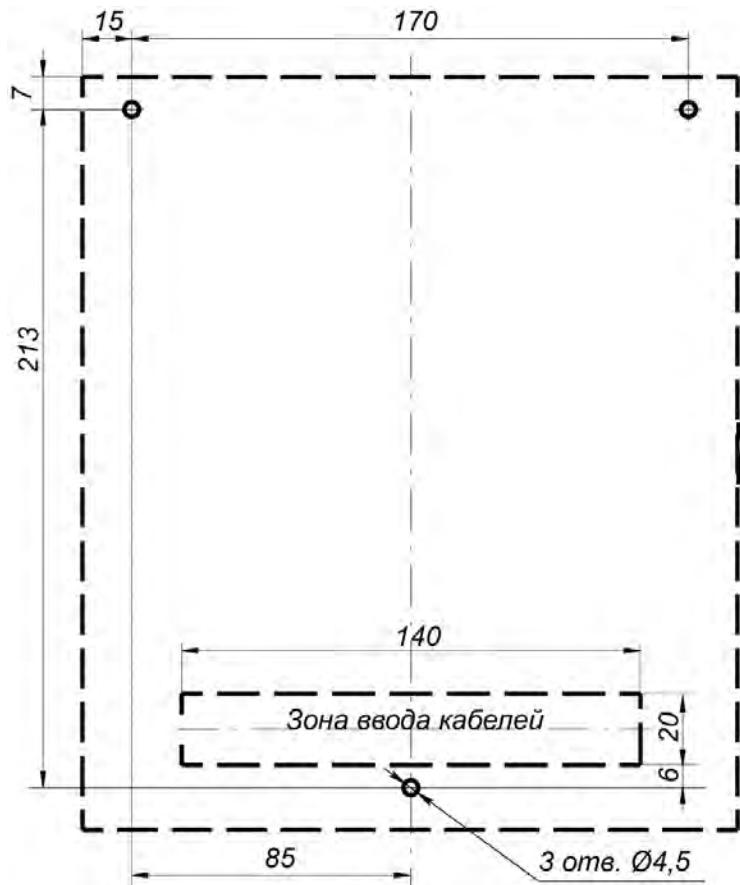

Рисунок 3. Разметка отверстий для монтажа контроллера
- Произведите разметку и разделку отверстий на установочной поверхности для крепления корпуса контроллера и подводки кабелей согласно рис. 3. Осуществите прокладку кабелей связи, питания и Ethernet к месту установки контроллера.